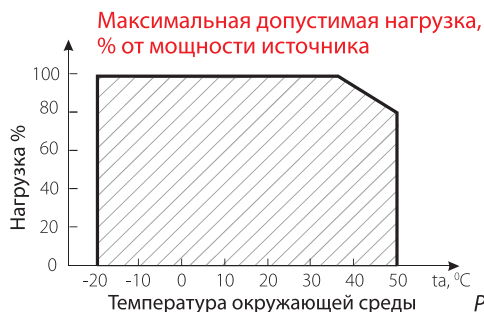

Рис.2
- Не нагружайте источник питания более 80% от его максимальной мощности. Учитывайте, что с повышением температуры окружающей среды, максимальная мощность источника питания снижается, см. график зависимости на Рис.2.